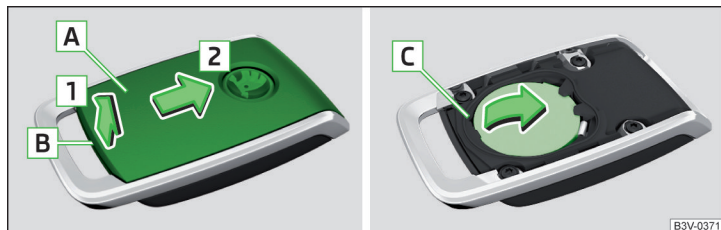

Fig. 346 Mando a distancia: tapa de la batería
- Con un destornillador plano y delgado aflojar la tapa [A] en el área [B] » fig. 346.